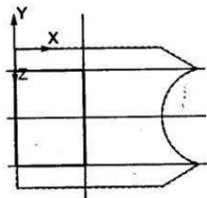

Рис.114
25. Для получения прямоугольной «бобышки» повторите пп.3-4 настоящего упражнения для эскиза «бобышки» (см.рис.114).
26. Постройте эскиз прямоугольной «бобышки», показанный на рис.114.
«бобышки» рис.114. Получим деталь, показанную на рис.115.